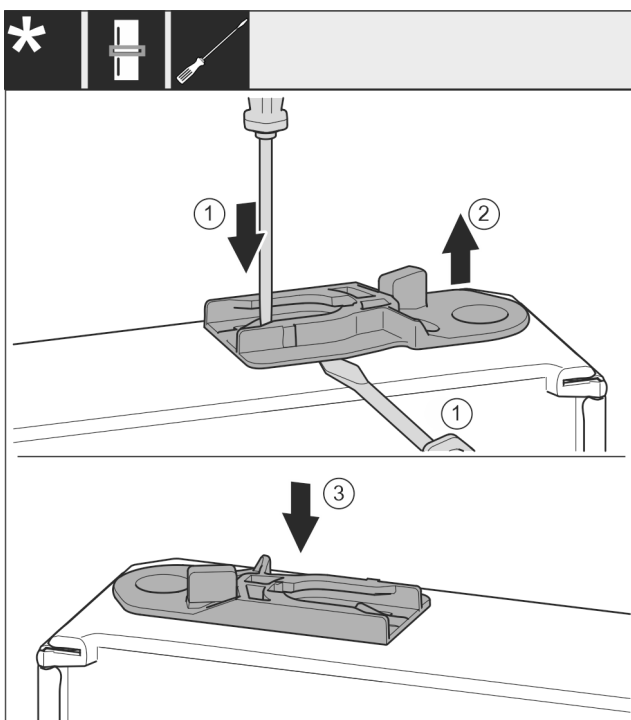

Fig. 38
- Τραβήξτε έξω την υποδοχή-οδηγό: Πιέστε το αυτόκι με ίσιο κατσαβίδι και ταυτόχρονα περάστε με το ίδιο κατσαβίδι κάτω από την υποδοχή-οδηγό. Fig. 38 (1, 2)
- Ωθήστε την υποδοχή-οδηγό που έχετε παραλάβει στην άλλη πλευρά του περιβλήματος. Fig. 38 (3)